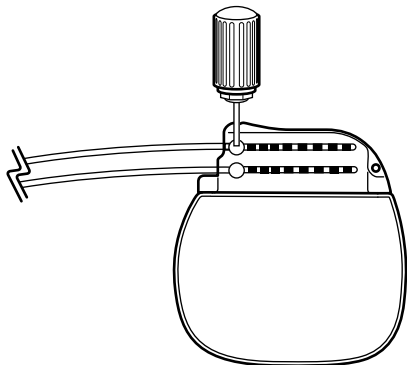

Figure 2. Serrage des vis de fixation dans le septum auto-bloquant.
4. Pour chaque extension ou bouchon, insérer à fond la clé dynamométrique (fournie avec le neurostimulateur) dans chaque septum auto-bloquant du bloc connecteur et serrer chaque vis de fixation (Figure 2).